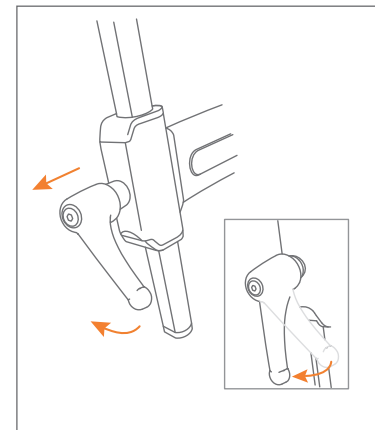

Figura 17: Posicionar correctamente la maneta de ajuste.
- g.** Coloca las manetas de ajuste en posición vertical para que apunten hacia abajo. Esto se hace tirando suavemente de la manija de ajuste y girándola a la posición correcta **(Figura 17)**